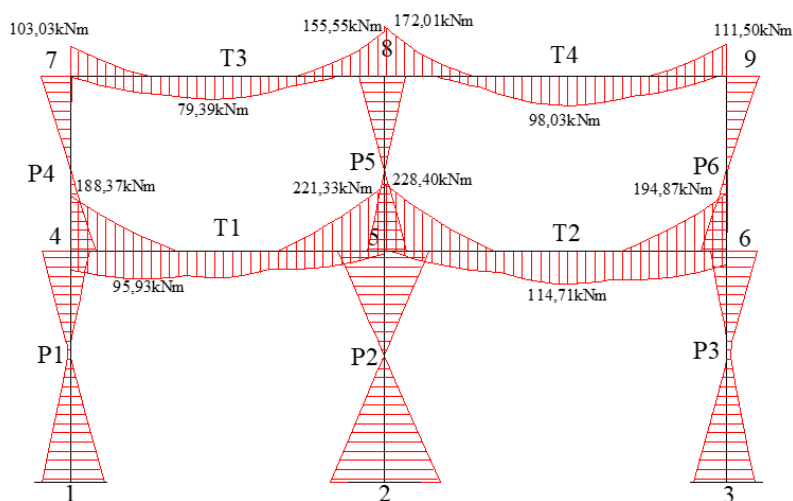

Figura 1. Diagramma involucro dei momenti flettenti
Con riferimento al diagramma involucro dei momenti flettenti, riportato in Figura 1, relativo ad un telaio in c.a. a due piani e due campate, situato in zona sismica (Benevento) e destinato a civile abitazione, il Candidato esegua:
- Il progetto dell'armatura longitudinale di una trave a scelta tra le quattro riportate in Figura 1 (T1, T2, T3 e T4) tracciando anche la distinta delle armature.